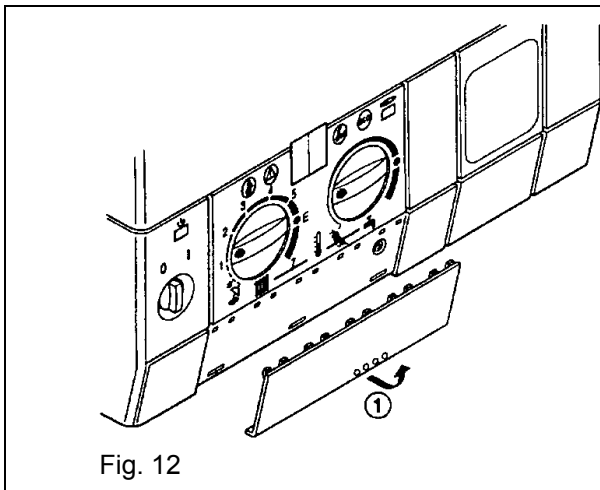
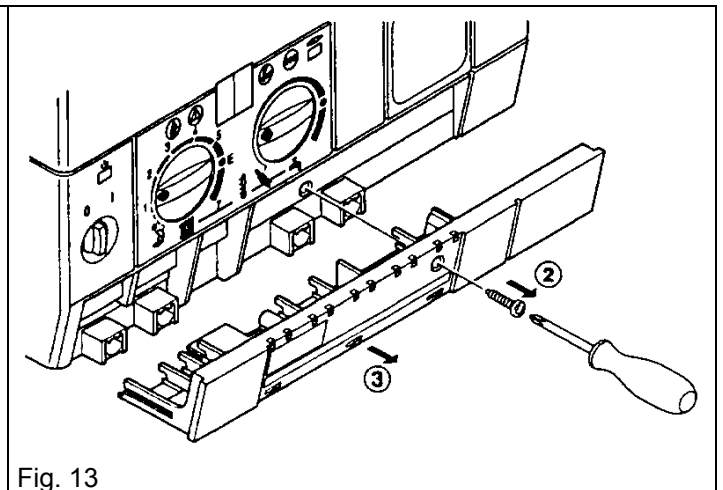
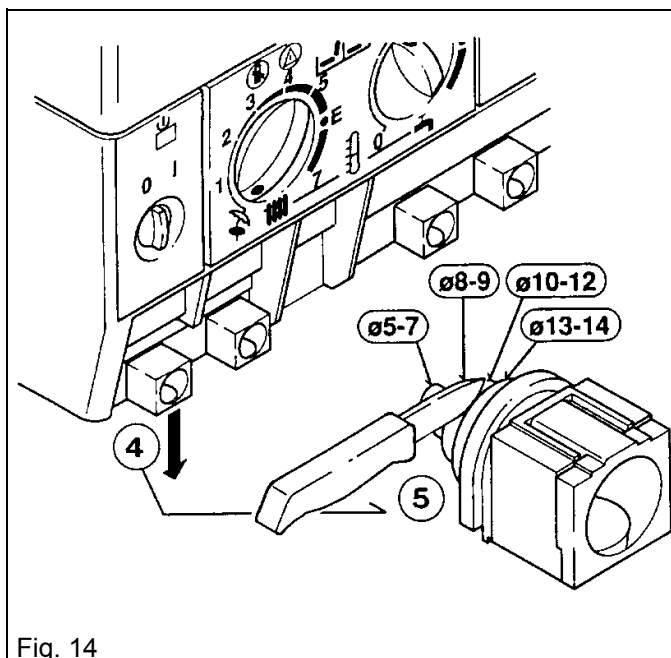

Fig. 12
Fig. 13
Fig. 14
Afdekplaatje naar voor klappen en wegnemen (fig. 12 - ①). Schroef uitdraaien ② en afdekking naar voor uitnemen ③ (fig. 13). De kabeldoorvoer naar onder uitdrukken ④ en afsnijden ⑤ volgens de kabeldikte (fig. 14). De opening nooit groter maken dan de kabeldikte, zoniet is het toestel niet meer spatwaterbeveiligd.
Rabattez et enlevez le couvercle (fig. 12 - ①). Dévissez la vis ② et enlevez la couverture vers l'avant ③ (fig. 13). Poussez le passe-câble vers le bas ④ et coupez ⑤ selon l'épaisseur du câble (fig. 14). L'ouverture ne peut jamais être plus grande que l'épaisseur du câble, sinon la chaudière n'est plus protégée contre les projections d'eau.